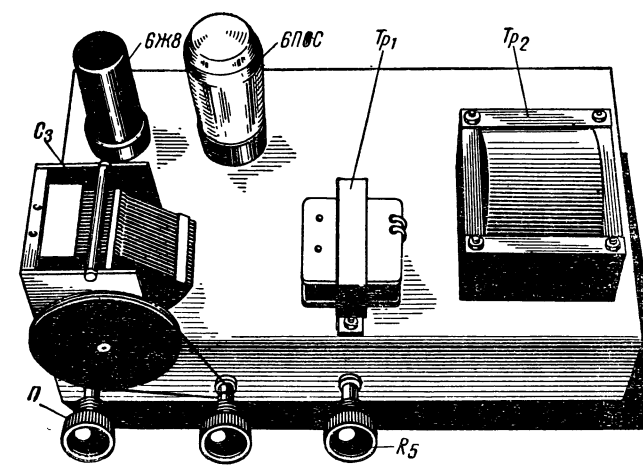

Рис. 16. Расположение деталей на шасси
**Конструкция и налаживание.** Приемник смонтируйте на металлическом шасси размерами 240 мм X 110 мм X 50 мм (рис. 16). Сверху расположите лампы, переменный конденсатор, выходной и силовой трансформаторы, внизу—остальные детали. На ось переменного конденсатора наденьте пластмассовый или металлический диск и соедините его толстой суровой ниткой или леской с ручкой настройки. Получится простейшая система с замедлением, которая позволит плавно настраиваться на радиостанции.